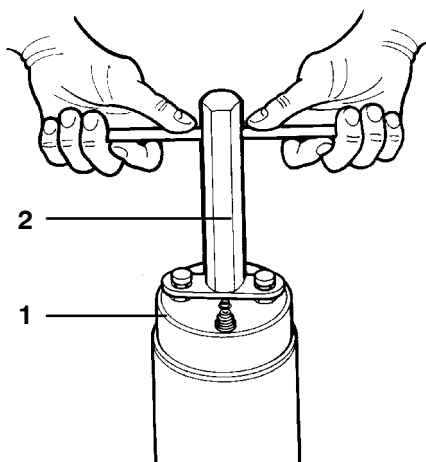

Рис. 36 Отвинчивание головки фильтра
- Отверните верхнее резьбовое соединение (1, Рис. 36) при помощи входящего в объем поставки специального ключа (2).